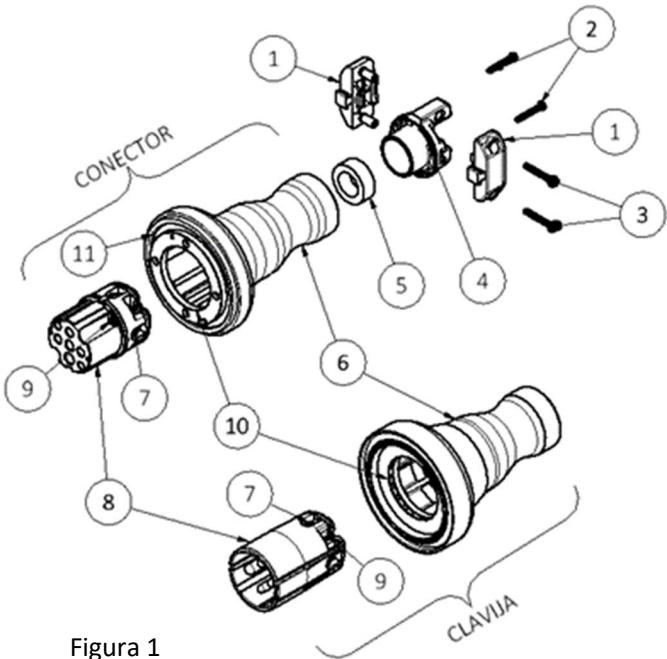

Figura 1
5. Instrucciones de cableado (Ver la figura 1):